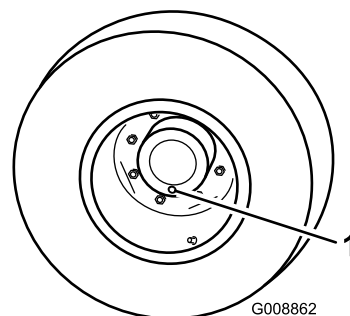

図 62
1. 平らな場所で、点検プラグが一番低い位置時計の6時の位置に来るように停止させる 図 62。